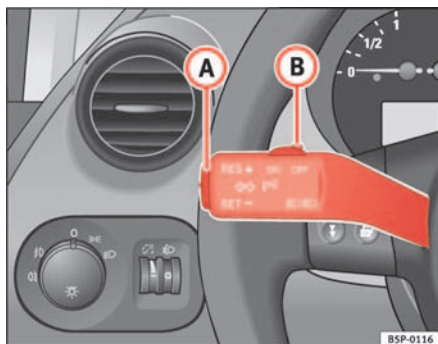

Abb. 144 Blinker- und Fernlichthebel: Schalter und Wippe für GRA
- Drücken Sie den oberen Teil der Wippe **RES** ⇒ Abb. 144 (A), um die Geschwindigkeit zu erhöhen. Solange Sie die Wippe gedrückt halten, beschleunigt das Fahrzeug. Sobald Sie die Wippe loslassen, wird die neue Geschwindigkeit gespeichert.
Wenn Sie die gespeicherte Geschwindigkeit durch Treten des Bremspedal verringern, ist die Regelung der gespeicherten Geschwindigkeit ausgeschaltet. Sie können durch einmaliges Drücken des oberen Teils der Wippe **RES+** ⇒ Abb. 144 (A) die Regelung wieder aufnehmen.